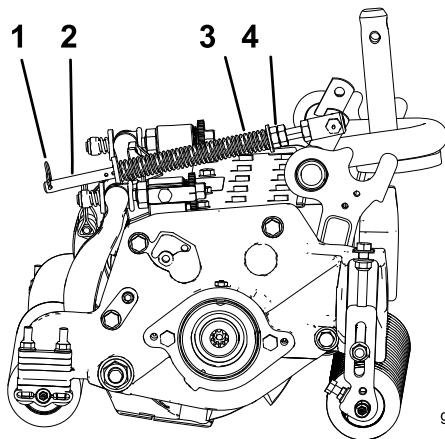

Figura 14
1. Certifique-se de que o pino de perno de gancho está instalado no orifício traseiro na haste da mola (Figura 14).
2. Aperte as porcas sextavadas na extremidade dianteira da haste da mola até que o comprimento da mola em compressão seja de 12,7 cm; consulte a Figura 14.